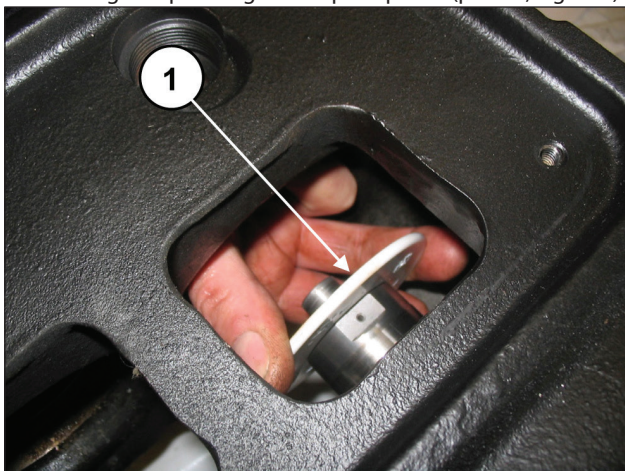

Fig. 126
Sfilare dai guida pistoni gli anelli paraspruzzi (pos. ①, Fig. 126).